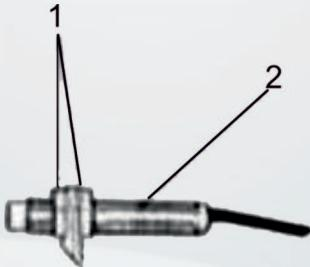

Рисунок 7.5
- Ослабьте гайку (1) регулятора максимальной высоты подъема (2) и настройте ее на желаемую высоту (рисунок 7.5).